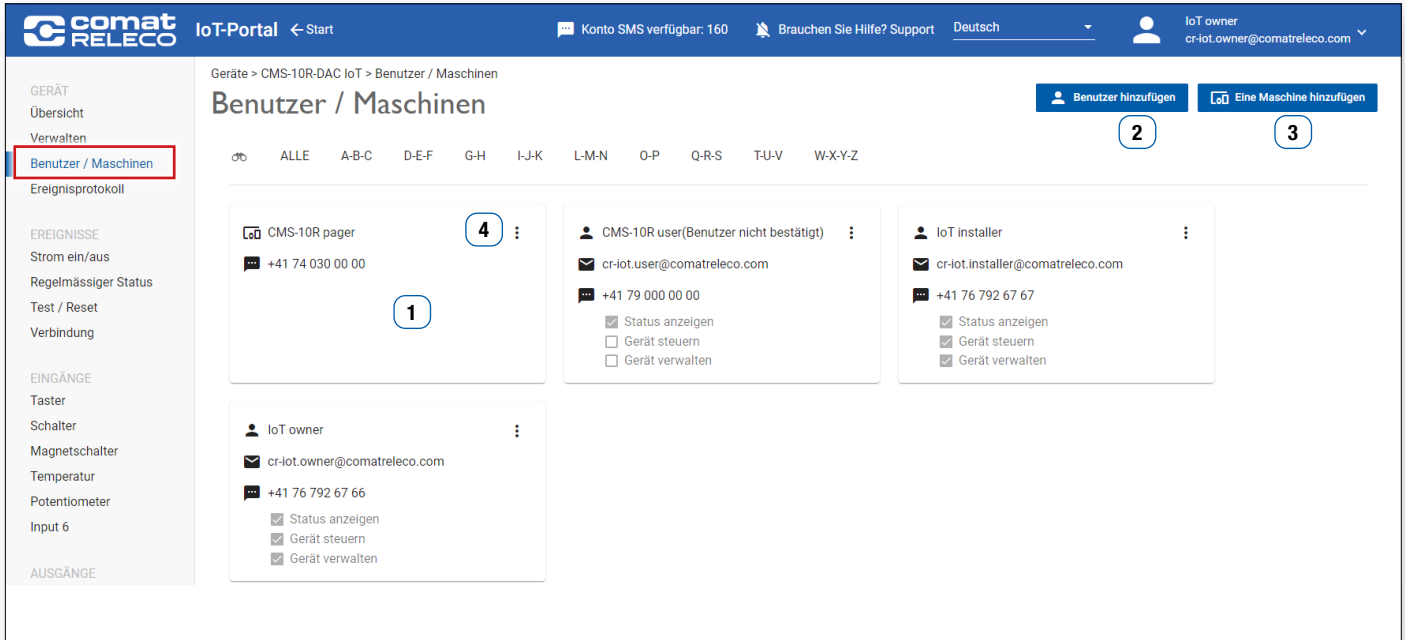

Abbildung 46
Mit der Taste **Benutzer hinzufügen** (Abbildung 46 (2)) rufen Sie dieses Fenster auf.
Dieses Fenster wird auf der Visitenkarte über den Menüpunkt **Bearbeiten** (Abbildung 46 (4)) aufgerufen.
Mit der Taste **Eine Maschine hinzufügen** (Abbildung 46 (3)) dieses Fenster aufrufen.